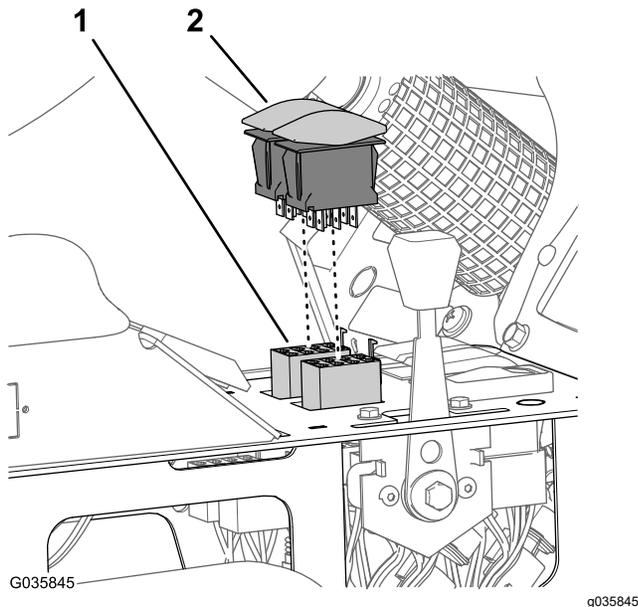

Figure 39
3. Débranchez les connecteurs à 8 broches du faisceau de la machine des interrupteurs de levage de rampe des circuits de commande de levage des rampes gauche et droite (Figure 39).
4. Branchez les interrupteurs à bascule sur les connecteurs à 8 douilles du faisceau du kit de finition pour rampes soniques (Figure 39).
5. Insérez les interrupteurs de levage de rampe dans les ouvertures du panneau de la console centrale jusqu'à ce qu'ils s'enclenchent solidement en place (Figure 39).